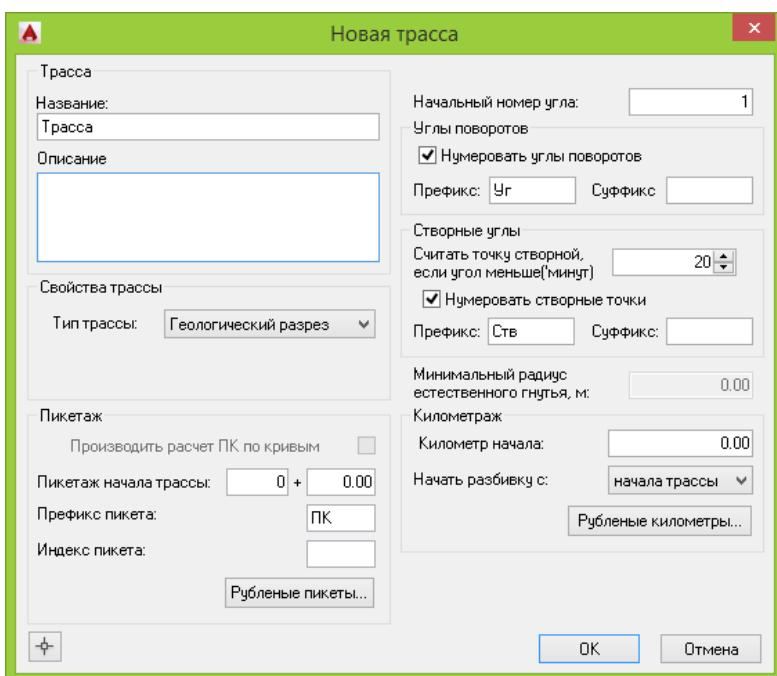

Рис. 22. Диалоговое окно Новая трасса.
3. В диалоговом окне *Новая трасса* (см. Рис. 22) ввести название трассы и нажать OK.